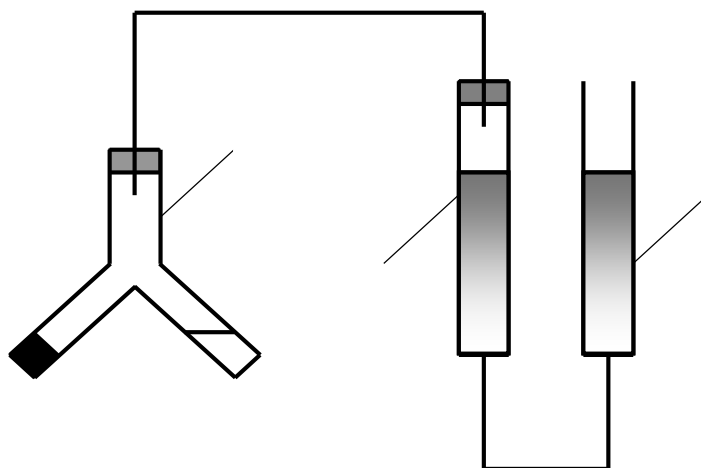

Рисунок 1. Схема прибора для определения объема выделившегося газа: 1 — измерительная бюретка, 2 — двухколенная пробирка Оствальда, 3 — уравнивающая бюретка.
Определение производят с помощью прибора (рис. 1), состоящего из измерительной бюретки (1) на 25...50 мл, двухколенной пробирки Оствальда (2) и уравнивающей склянки или бюретки (3). Бюретки укрепляют в штативе и заполняют дистиллированной водой. В исходном состоянии жидкость в сосудах 1 и 3 должна находиться на одном уровне.
1. В одно колено пробирки Оствальда (рис. 1) налейте 1,5 мл 3%-ного раствора  $\text{H}_2\text{O}_2$ , в другое — 0,5 мл 0,1 М  $\text{K}_2\text{Cr}_2\text{O}_7$ .
3. Проверьте прибор на герметичность. Для этого уравнивающий сосуд (3) поднимите на 10...15 см и закрепите в этом положении. Если прибор герметичен, то уровень жидкости в нём остается постоянным. Если прибор не герметичен, проверьте, плотно ли закрыта пробирка Оствальда (2) пробкой.
4. После проверки герметичности прибора установите бюретку (1) и сосуд (3) таким образом, чтобы жидкость в них находилась на одном уровне.
5. Отметьте положение уровня жидкости (мениска) в бюретке (1) —  $V_0$ .
6. Осторожно поверните пробирку (2) так, чтобы растворы смешались и включите секундомер.